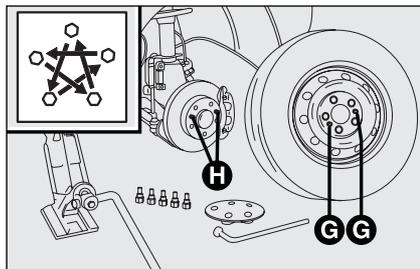

Abb. 9
- Das Ersatzrad montieren, so dass die Löcher **G-Abb. 9** mit den entsprechenden Bolzen **H** übereinstimmen. Vergewissern Sie sich, dass die Kontaktflächen des Ersatzrades mit der Radnabe sauber und frei von Verunreinigungen sind, die später die Lösung der Radbolzen verursachen könnten.
- Die Radbolzen gleichmäßig über Kreuz mit der in der **Abb. 9** gezeigten Reihenfolge festziehen.